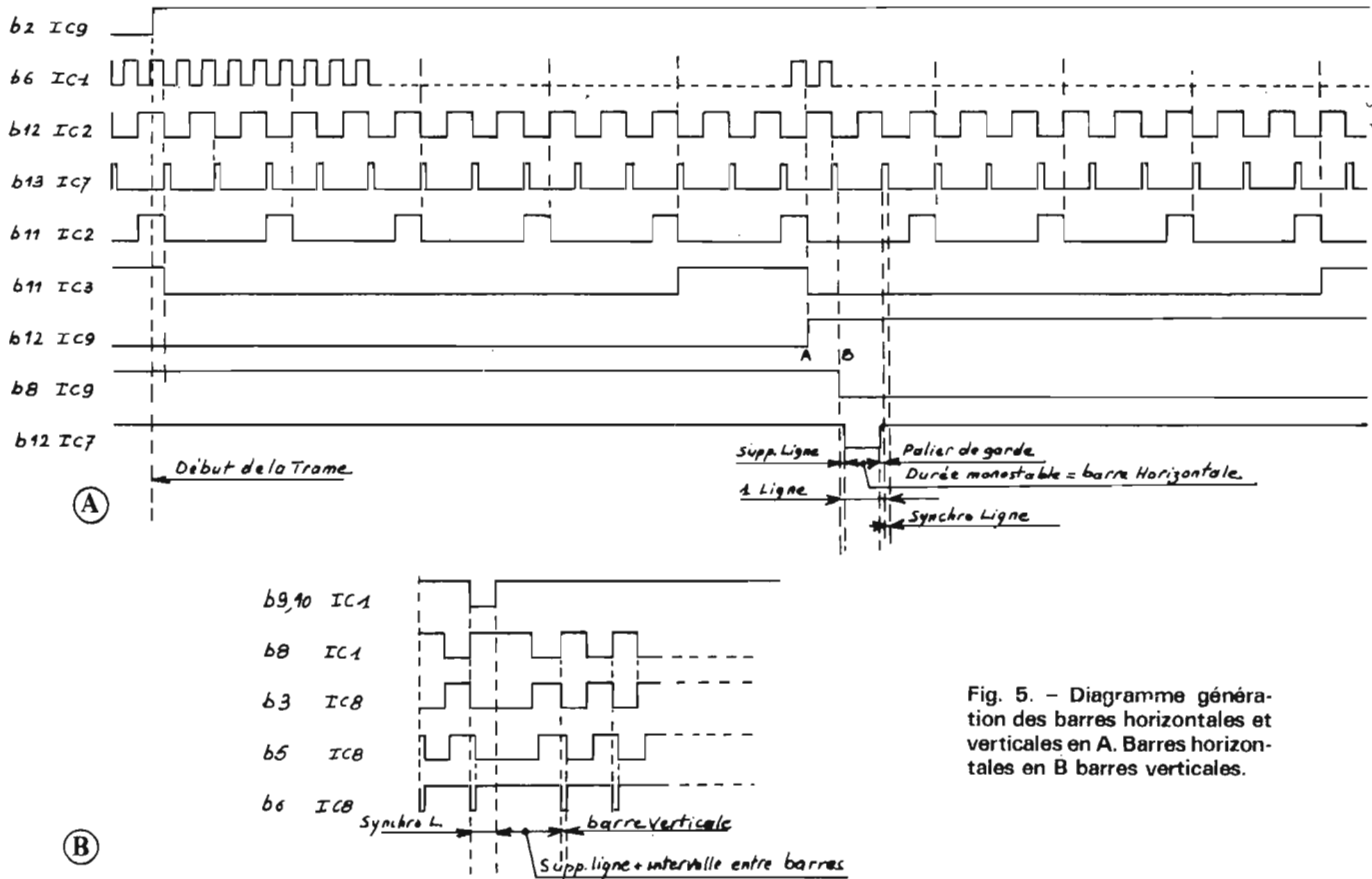

Fig. 5. - Diagramme génération des barres horizontales et verticales en A. Barres horizontales en B barres verticales.
La fréquence de 1 250 Hz est prélevée à la sortie du deuxième diviseur par cinq, elle est appliquée sur l'entrée horloge (1) de IC 9. Sur la sortie 12 de IC 9 on obtient un signal à 625 Hz qui démarre à zéro à chaque début de trame grâce à la synchro trame qui, appliquée en 2 de IC 9, effectue la R.A.Z. de la bascule. On est ainsi assuré d'une position fixe des barres horizontales. Ce signal est appliqué sur la R.A.Z. (6) de la deuxième bascule de IC 9. Dès que le signal quitte le niveau 0 - point A du diagramme (fig. 5) - la deuxième bascule se déclenche sur le premier front négatif du signal de synchro ligne - point B du diagramme.